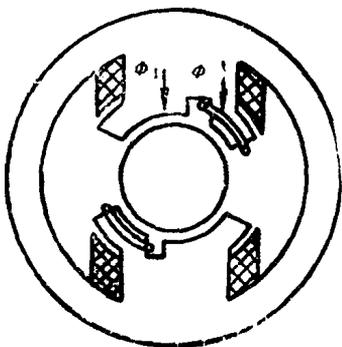

图 3
77. 图3是一台罩极式单相交流电动机的示意图，其旋转方向为\_\_\_。